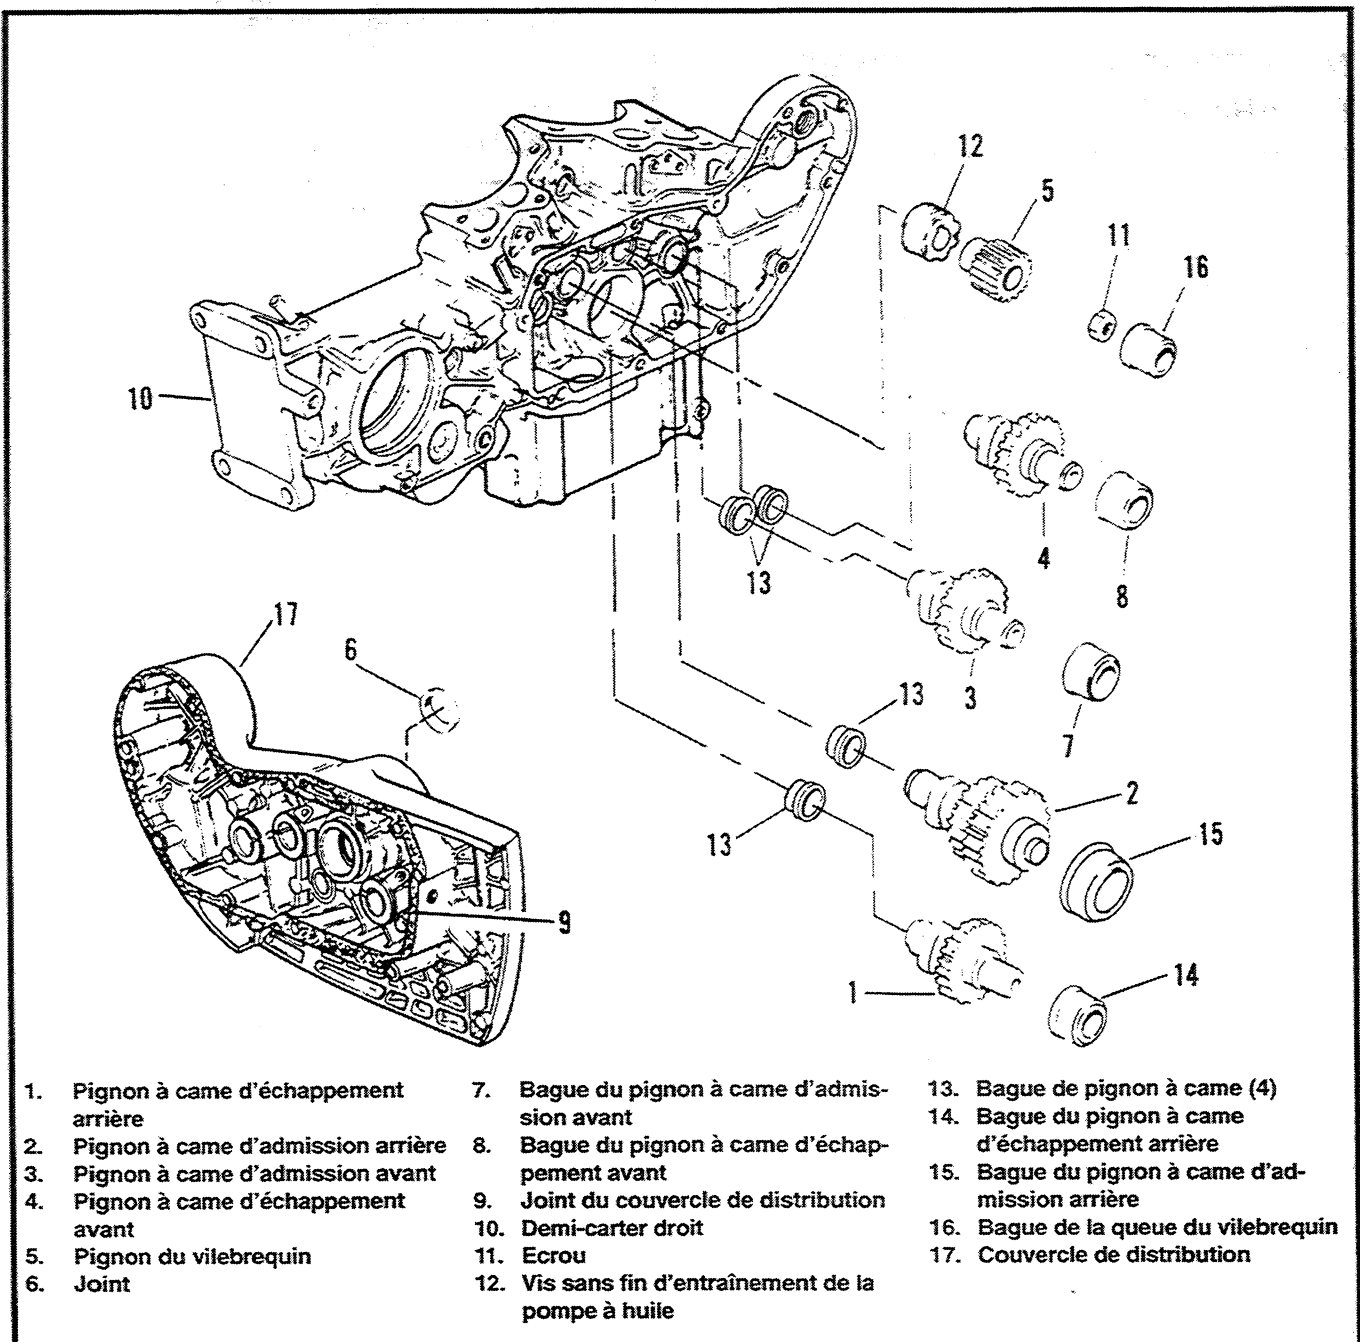

Figure 3-49. Pièces du carter de distribution et du train de soupapes
DEMONTAGE (Figure 3-49)
1. Voir Figure 3-49. Les bagues (7, 8, 13, 14, 15 et 16) sont pressées dans le couvercle de distribution (17) et dans le carter. Examinez le contact entre les bagues et les axes des pignons de cames et les axes d'engrenages.
1. Voir Figure 3-49. Au moyen d'une presse, installez chaque bague (7, 8' et 14) dans son alésage dans le couvercle (17). Il est inutile d'orienter ces bagues.
1. Voir Figure 3-49. La bague du pignon à came d'admission arrière (15) doit être installée dans son alésage du couvercle de distribution (17) au moyen d'une presse. La bague doit être correctement orientée, et un orifice de graissage doit être percé dans la bague comme suit:
- Voir Figure 3-49. Au moyen d'une presse, pressez la bague du pignon du vilebrequin (16) dans son alésage du couvercle de distribution (17) jusqu'à ce qu'elle soit de niveau avec le bombement du carter. Il est inutile d'orienter cette bague.
1. Voir Figure 3-49. Les bagues (7, 8 et 14) à aléser doivent être installées dans le couvercle (17) ; voir INSTALLATION DES BAGUES. Placez le couvercle sur le demi-carter droit (10) qui a été séparé du demi-carter gauche et fixez-le avec au moins trois vis.
2. Introduisez un alésoir standard de 11/16 po. de diamètre dans la bague précédemment alésée (13) dans le demi-carter droit qui est alignée avec une des bagues du couvercle qui doivent être alésées.